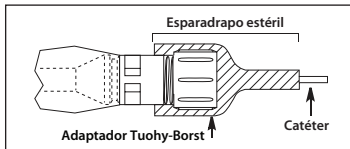

Figura 8
- El extremo del adaptador Tuohy-Borst del protector anticontaminación para catéteres debe fijarse con cinta adhesiva estéril para evitar que el catéter se mueva (consulte la figura 8).